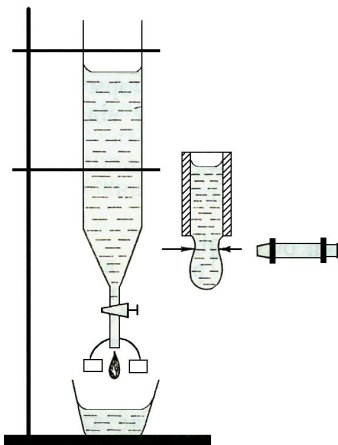

Рис. 19. Установка для визначення коефіцієнта поверхневого натягу методом відриву краплі.
1. Визначити масу скляної посудини 1 (рис. 19) за допомогою терез 2.
5. За формулою (6) обчислити коефіцієнт поверхневого натягу. Діаметр шийки капіляра вказаний на установці.